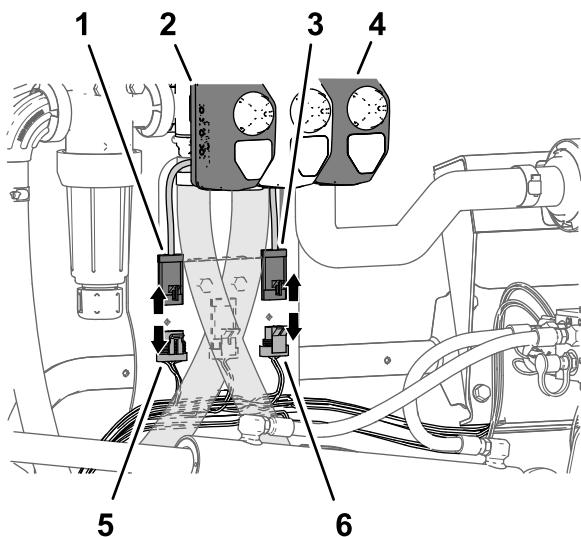

Рисунок 32
от 4-штыревого разъема привода клапана интенсивности опрыскивания (Рисунок 32).
3. Отсоедините 3-гнездовой разъем жгута проводов машины с маркировкой MASTER SPRAY VALVE (ГЛАВНЫЙ КЛАПАН ОПРЫСКИВАТЕЛЯ) от 3-штыревого разъема привода главного клапана опрыскивателя (Рисунок 32).